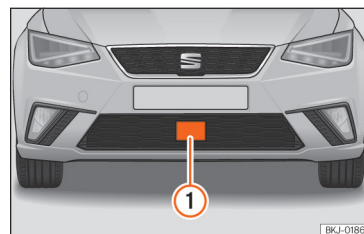

Abb. 237 Im vorderen Stoßfänger: Radarsensor.
Bei angehaltenem Fahrzeug den Motor ausschalten und wieder starten. Führen Sie eine Sichtprüfung des Radarsensors »» Abb. 237 durch (falls Schmutz, Eis vorhanden sind oder dieser Schläge erlitten hat). Wenn sie weiterhin nicht verfügbar ist, suchen Sie bitte eine Fachwerkstatt auf, damit diese das System überprüft.
Zur Erfassung der Verkehrssituation ist im vorderen Stoßfänger ein Radarsensor eingebaut » » » **Abb. 237** ①.
Diese Anzeige für den Fahrer zeigt an, ob die Sicht des Radarsensors aufgrund von z.B. Blättern, Schnee, leichten Nebels oder Schmutz beeinträchtigt ist. Reinigen Sie den Sensor »» **Abb. 237.**